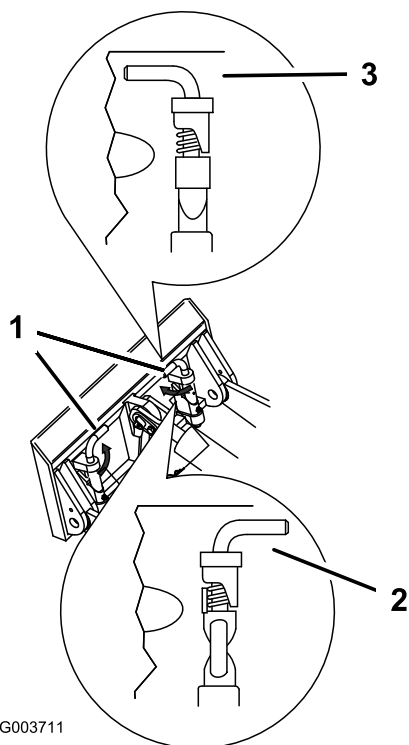

図 16
7. クイック取り付けピンを取り付けプレートにはめ込み、確実にはまっていることを確認する 図 16。